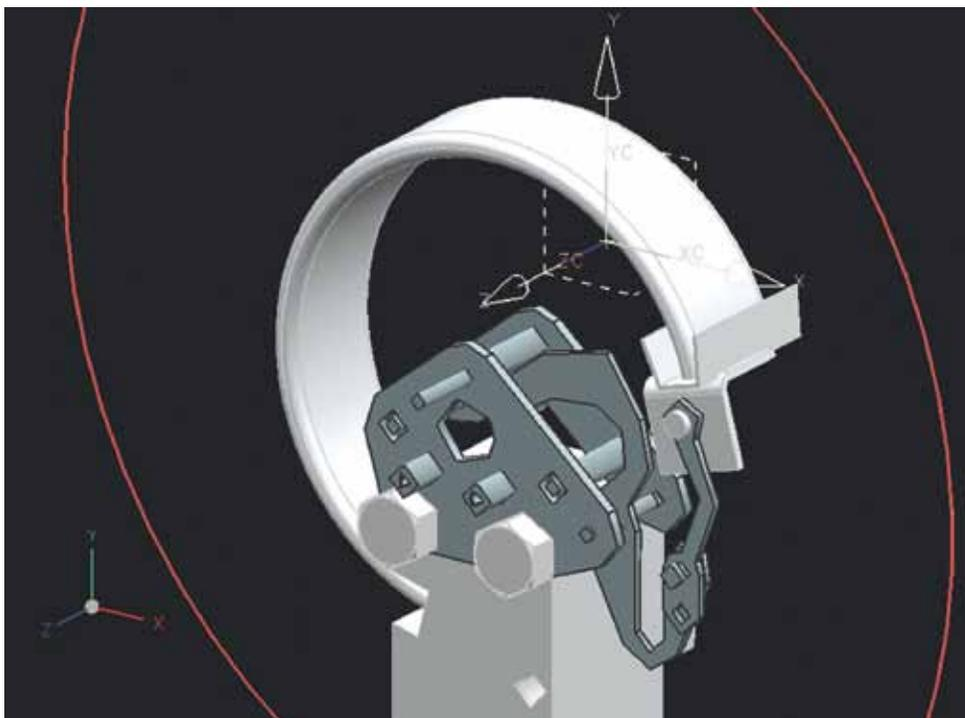

Рисунок 4.30
- Теперь последовательно заменяйте ссылочные наборы компонента mech. Если вы выберете ссылочный набор FACET, то изображение должно соответствовать рис. 4.30. При использовании ссылочного набора FACET в память загружается только фасетная геометрия компонентов под сборки mech, которая вынесена на ее уровень. То есть вы видите изображения компонентов под сборки, несмотря на то, что они не загружены в память.